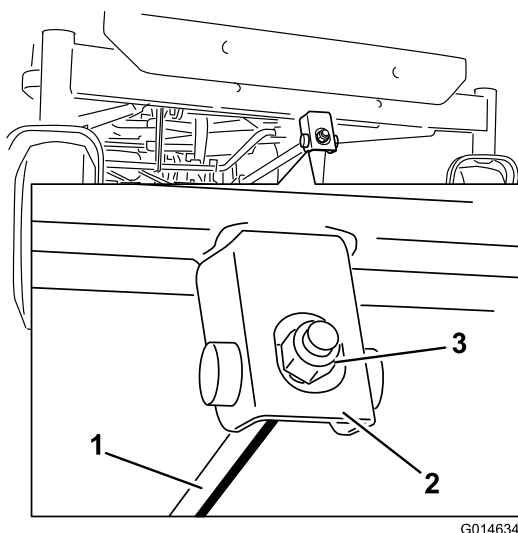

Figure 53
6. Pour régler l'inclinaison avant/arrière des lames, tournez l'écrou de réglage à l'avant du tablier de coupe (Figure 53).